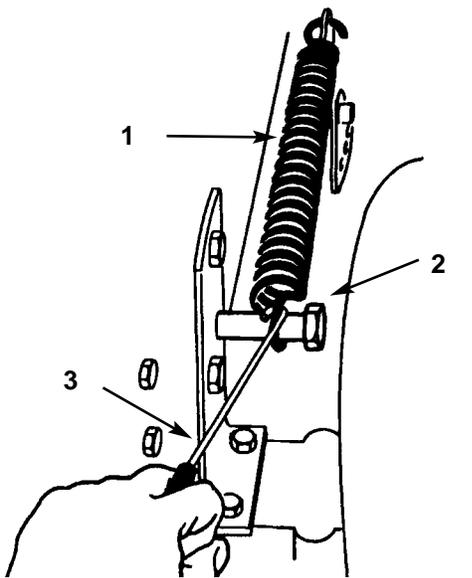

Bild 39
4. Die Spannfeder der Schnitthöheneinstellung von der Befestigungsschraube entfernen (Bild 39), dabei das mitgelieferte Federwerkzeug benutzen. Diese Feder befindet sich zwischen Rahmen und rechtem Hinterrad.
13. Den Schnitthöheneinstellhebel (Mähdeckhub) in die "D"-Auskerbung bringen. Die Hubzugfeder zum Ablagern am Befestigungsbolzen einhaken (Bild 39).
15. Die Schnitthöhenefeder in die Befestigungsschraube (Bild 39) einhaken, dabei das mitgelieferte Federwerkzeug benutzen.